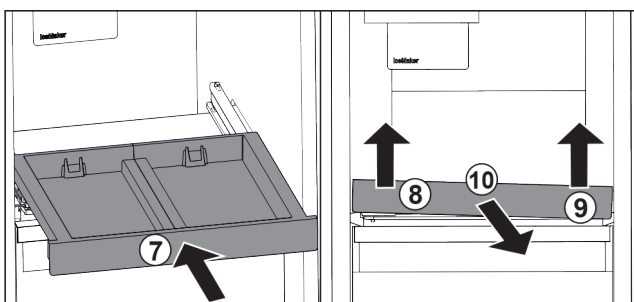

Fig. 101
- ▶ Uitschuifpateau erin schuiven. Fig. 101 (7)
- ▶ Uitschuifpateau linksvoor optillen. Fig. 101 (8)
- ▶ Uitschuifpateau rechtsvoor optillen. Fig. 101 (9)
- ▶ Uitschuifpateau er naar voren uitnemen. Fig. 101 (10)